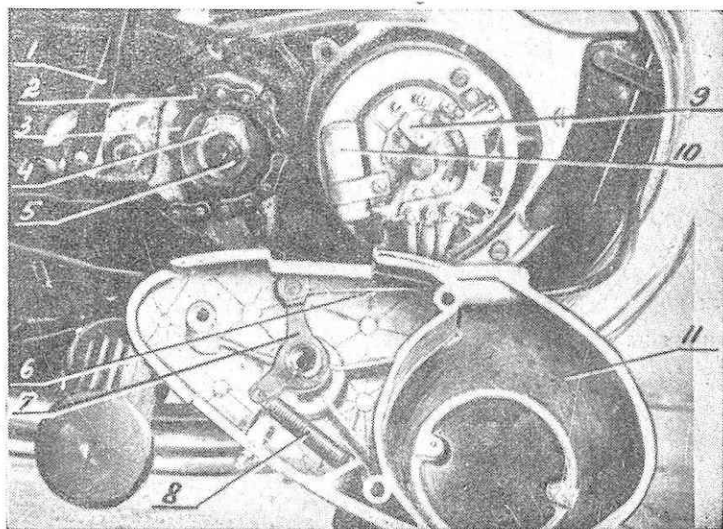

Рис. 11.
С правой стороны картера смонтирован указатель передач (1) рис. 11, стрелка которого устанавливается против цифры на верхнем щитке цепи, соответствующей включенной передаче.
Передача от коробки перемены передач на заднее колесо осуществляется роликовой цепью (2) рис. 11, одетой на ведущую зубчатку первичного валика (3) рис. 11 и ведомую зубчатку заднего колеса.